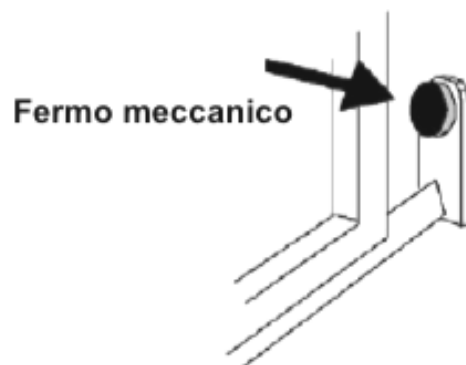
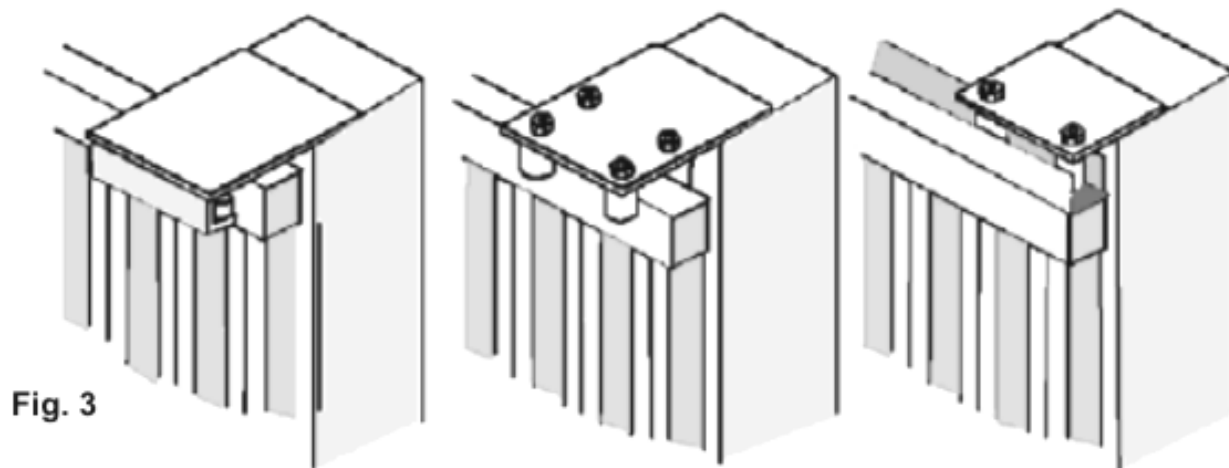

Fig. 2
Fig. 3
Posizionare il motoriduttore e fissarlo con le viti e rondelle in dotazione **A** (Fig.2).
Fissare la cremagliera sul cancello in modo saldo prevedendo una distanza da 2 a 3 mm dal pignone del motore (Fig.3).
- Prima di procedere al montaggio dell'automatismo, si verifichi che il cancello sia perfettamente funzionante. Inoltre, è opportuno verificare che la guida di scorrimento a terra (**V. Fig. 1**) non presenti malformazioni, che sia perfettamente a livello e che sia presente il fermo meccanico in apertura (**V. Fig. 2**) al fine di evitare che il cancello esca fuori dalle guide superiori (**V. Fig. 3**)
- Verificare la guida di scorrimento superiore (**V. Fig. 3**) che sia ben salda e il cancello vi scorra liberamente.